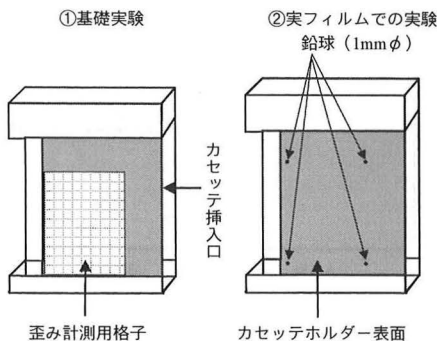
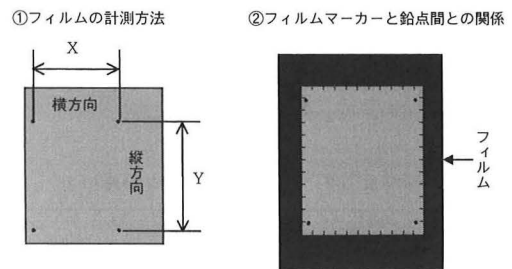
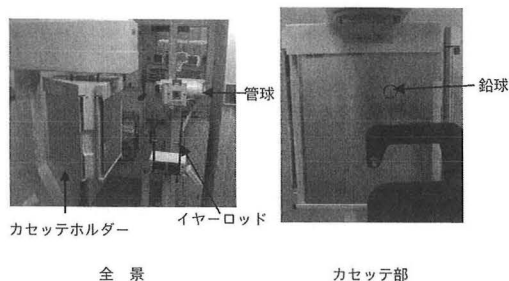
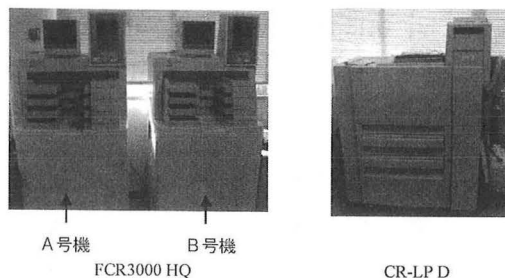

図3 CR 画像の歪みの測定方法
図4 計測方法
図5 本実験に用いたセファロ装置
図6 読取装置と画像出力装置
CR 画像の歪みの測定方法は、図3①に示すように、基礎実験として、カセットホルダーの表面に直接歪み計測用格子を貼付けて撮影し、フィルム出力したものを計測した。計測方法は格子像の中心から上下左右に目盛を7等分してその間を測定した。この結果からは、I.I.(イメージインテンシファイア)などに生じる全画面的な画像の歪みは認められなかった。
次に本実験として、実フィルムでの検討を行った。その方法は図3②に示すようにカセットホルダーの表面に鉛球を4点貼付けた状態（縦方向の長さは235.0mm、横方向の長さは180.0mm）で、実際に患者を撮影した。撮影されたフィルムの鉛点間の長さを、図4左側に示すように縦と横方向
また、フィルムマーカー（機械的に10mm 間隔でフィルム端に刻印される目盛り）と鉛点間との関係については、図4右側に示すようにマーカーの縦と横の最大長と、鉛点間の長さを計測した。図5左側は、本実験で用いたセファロ装置の全景で、右側が鉛球を貼付けたカセットホルダーである。図6左側は、使用した読取装置で、右側は画像出力装置である。